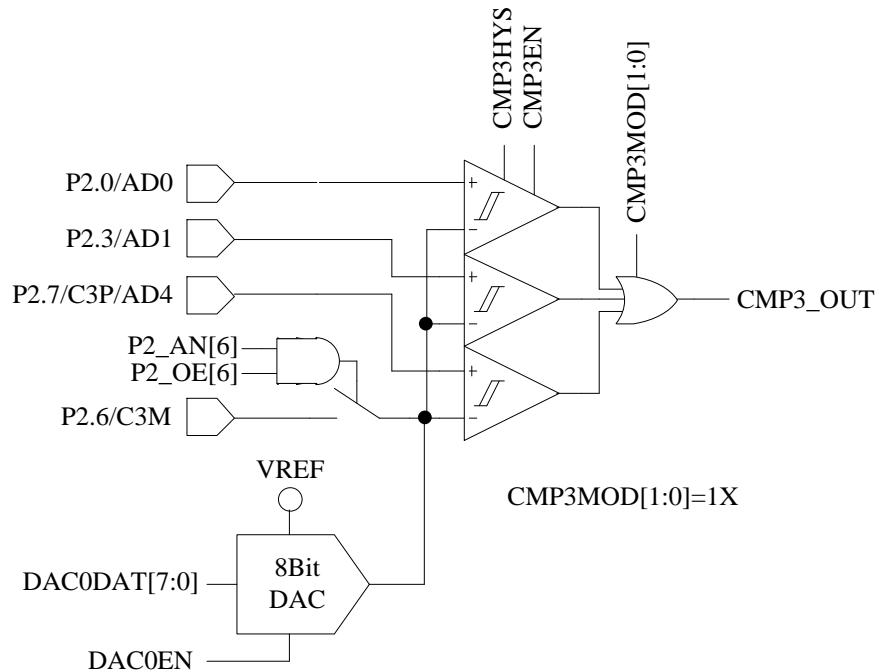

图 30-4 三比较器输入模式
- 配置 $CMP_CR1[CMP3MOD] = 1X$ ，CMP3 为三比较器输入模式，具体输入输出端口接法如图 30-4 所示